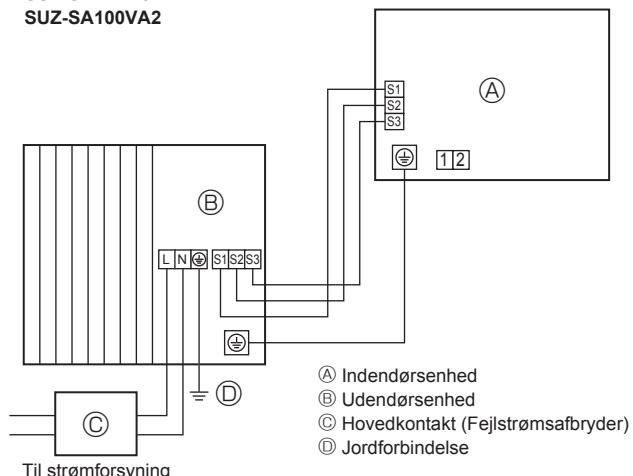
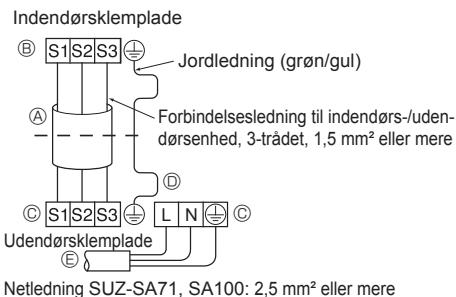
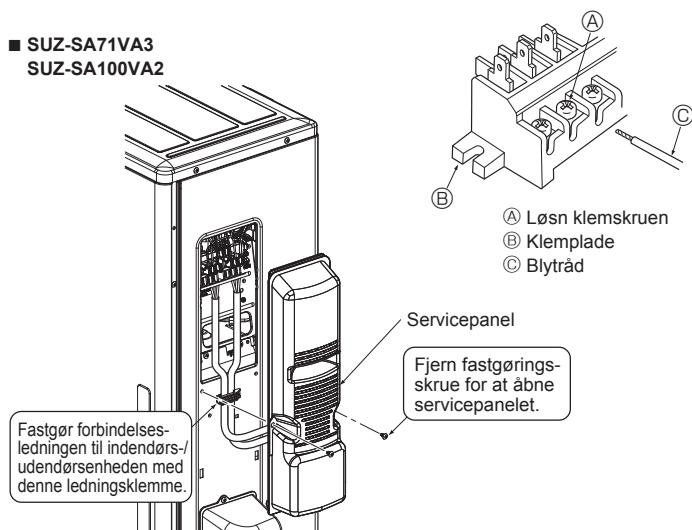

Fig. 5-1
Fig. 5-2
Fig. 5-3
5.1. Uendørsenhed (Fig. 5-1, Fig. 5-2, Fig. 5-3, Fig. 5-4)
- ① Fjern servicepanelet.
- ② Træk kablerne som vist i Fig. 5-1, Fig. 5-2, Fig. 5-3 og Fig. 5-4.
- Ledningerne trækkes som vist nederst til venstre i diagrammet. (Kabel fremskaffes lokalt) (Fig. 5-2)
- Pas på ikke at udføre forkerte tilslutninger. (Fig. 5-3)